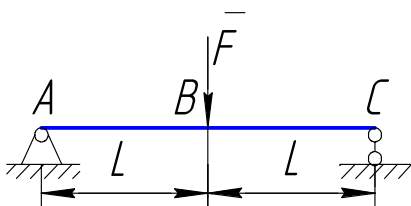

Рис. 9
36. Максимальный изгибающий момент в балке (рис. 9) равен [простой выбор]...